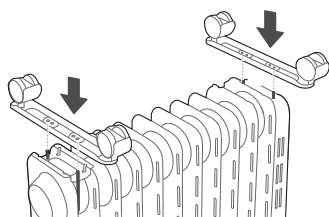

图1
- 2 如图1所示，将一套脚轮组件的安装孔对准并安装在散热片尾部的脚轮垫板的螺杆上另外一套脚轮组件对准安装在控制箱底部的螺钉上。